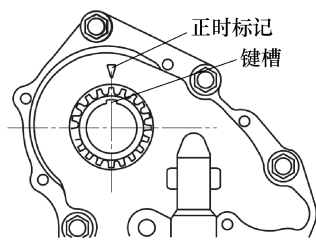

图 5-15 将 1 号气缸设置于 TDC 位置
1) 如图 5-15 所示将曲轴链轮的键槽与正时标记对齐,然后将 1 号气缸定位到上止点(TDC)位置。